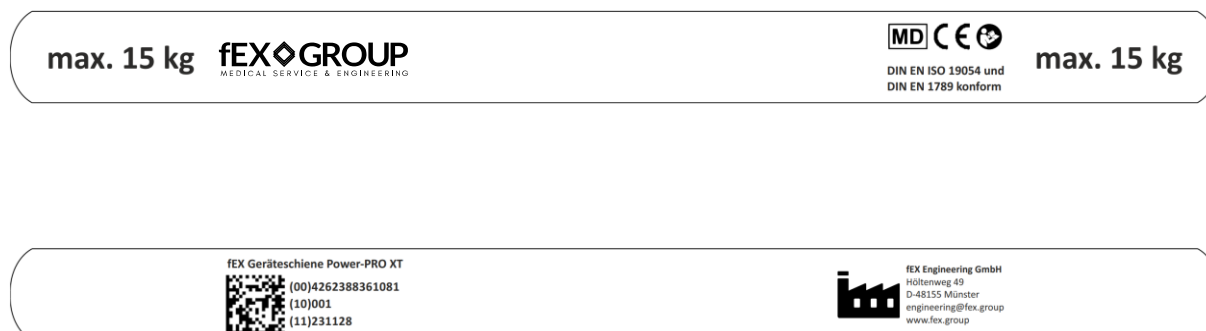

Bild 2: Märkningar på produkten
- Informationsgraveringen på standardskenan måste vara synlig för användaren och vänd bort från patienten (bild 2: *skena med skenfäste*).